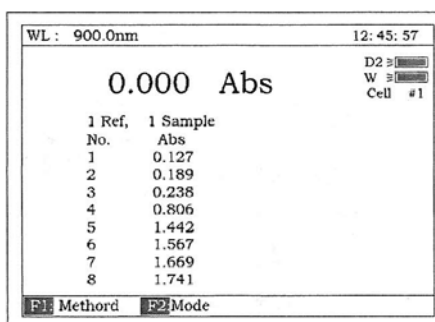

Fig 107
8. Retire las 8 referencias y coloque 8 muestras en las celdas No.1-No.8. Presione **[START]**; los resultados son tomados automáticamente, Fig. 107.